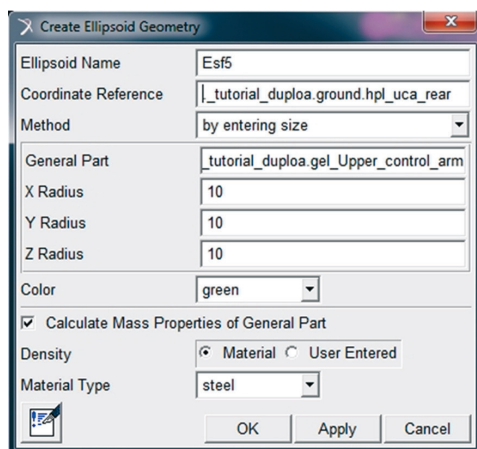

Figura 5.48 – Preenchimento da caixa de diálogo para criação da quinta esfera.
- Preencha a janela *Create Ellipsoid Geometry*, de acordo com a Figura 5.48.